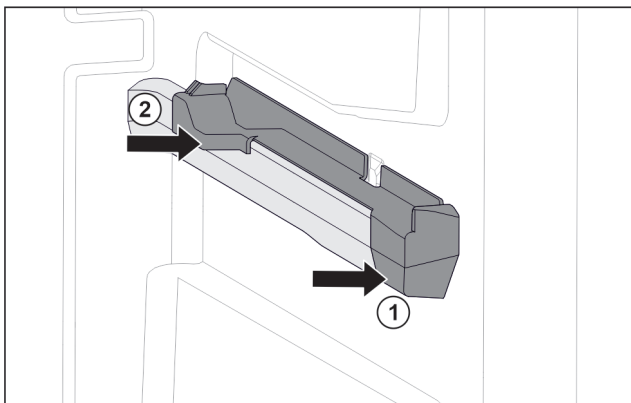

Fig. 85 Élément emboîtable sur la nervure de récipient droite
- ▶ Poser le devant de l'élément emboîtable contre la nervure de récipient. Fig. 85 (1)
- ▶ Enfoncer l'arrière de l'élément emboîtable. Fig. 85 (2)